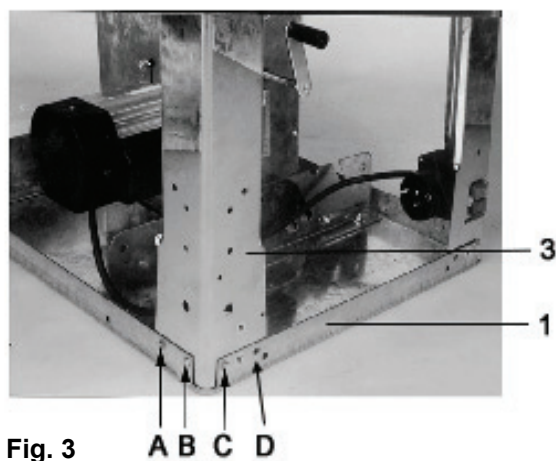

Fig. 3
- Prenez quatre vis à six pans M6x16, quatre rondelles M6 et quatre écrous M6 et montez la pièce 3 sur la pièce principale 1. Placez les vis dans les positions A, B, C et D représentées sur la fig. 3. Ne serrez pas les vis trop fort.